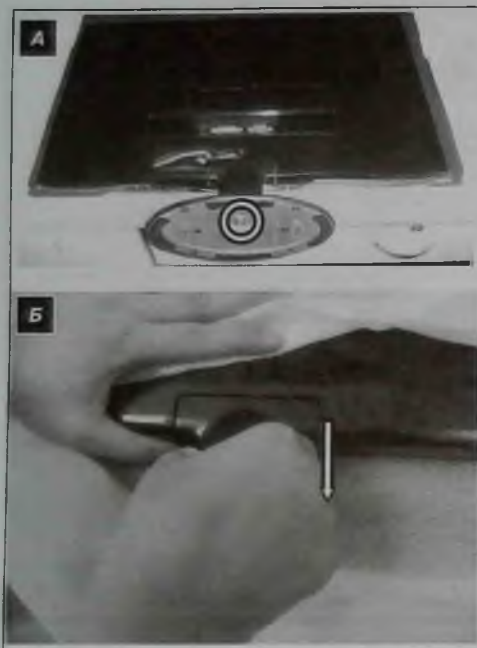

Рис. 13
1. Отключают от монитора все кабели, укладывают его передней панелью на стол с мягким чистым покрытием, вывертывают винты крепления подставки (показаны в круге на рис. 13а) и снимают ее по направлению стрелки (рис. 13б).